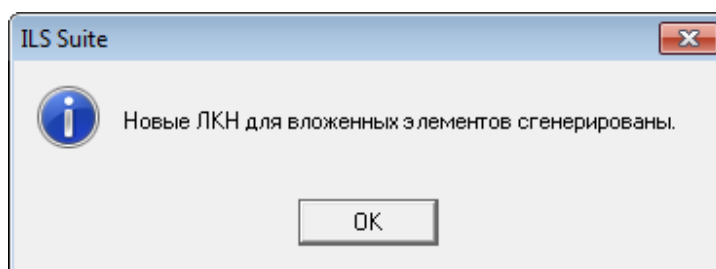

Рис. 10-18 – Сообщение о завершении процесса генерации ЛКН
4) Нажать кнопку «Да», чтобы закрыть окно, информирующее о завершении процесса генерации ЛКН (рис. 10-18).